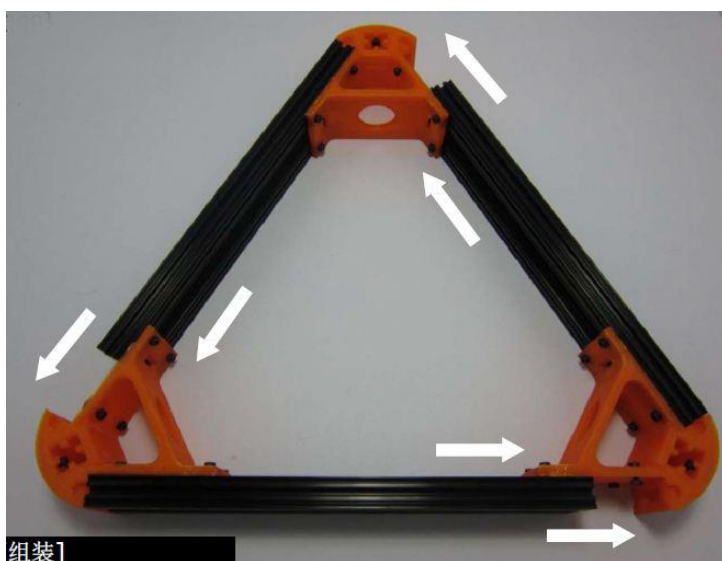

图 5-42 连接三组电动机座
- 3) 按图 5-42 所示方向, 将三个电动机座组装到一起。